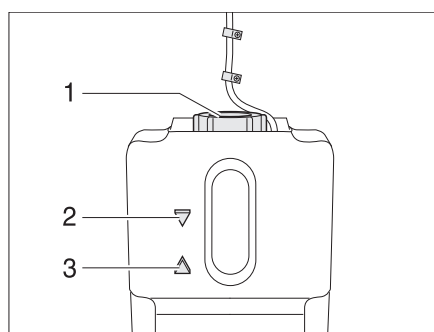

Fig. 172 Vase d'expansion pour le chauffage à eau chaude
- Contrôler si le liquide se trouve entre les marques "MIN" (Fig. 172,3) et "MAX" (Fig. 172,2) sur le vase d'expansion (Fig. 172).
- Ouvrir le bouchon du vase d'expansion (Fig. 172,1).